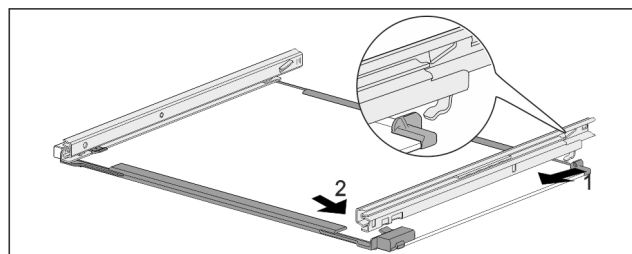

Fig. 111 Skleněná deska s kolejnicemi
- Zahákněte kolejniciksu vzadu. Fig. 111 (1)
- Zaklapněte kolejniciksu vpředu. Fig. 111 (2)